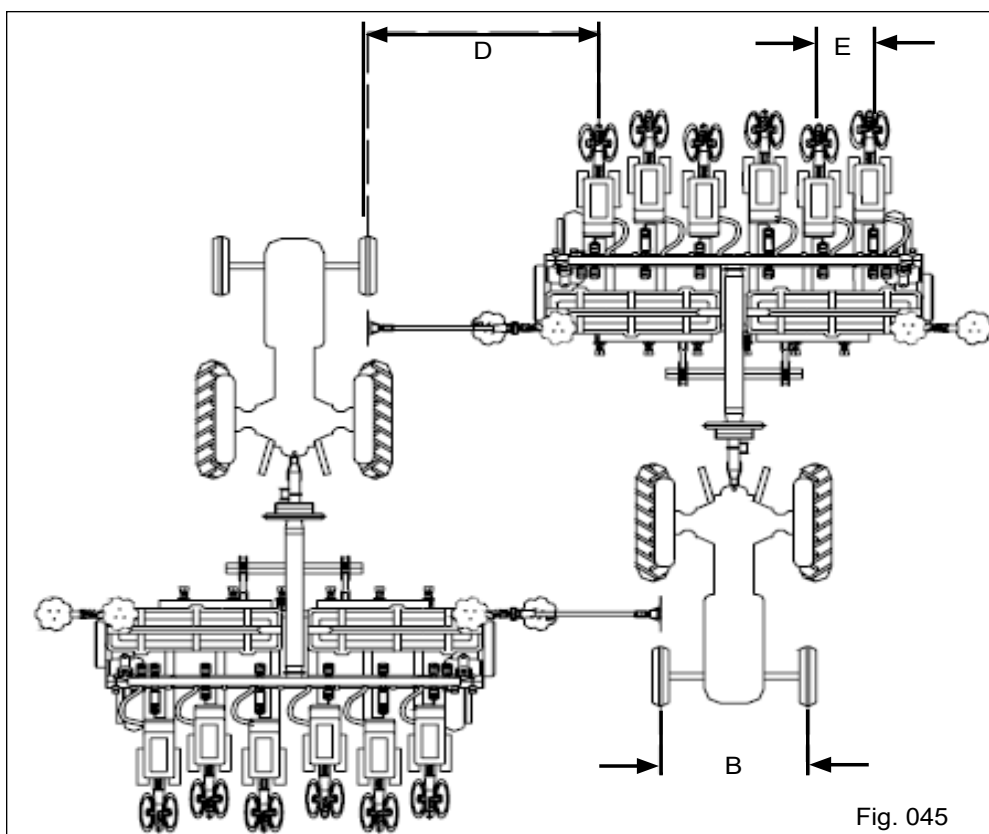

Fig. 045
Para realizar a regulagem do marcador de linhas, é importante manter a mesma medida da bitola dianteira e traseira do trator "B", bem como definir o espaçamento entre linhas de plantio "E". (Fig. 045).
- Para obter a medida "D", caminhe com a plantadora por alguns metros e meça a distância entre o centro do rastro do trator e o centro da primeira linha de semente (Fig. 045).
- Afrouxe as porcas do grampo de fixação da haste do marcador. Em seguida, desloque a haste até a posição "D" (Fig. 045) e fixe o grampo novamente.